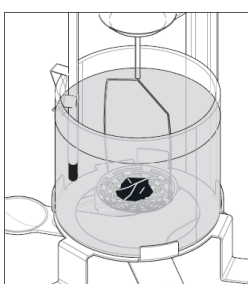

Abb. 4.2-3
- Öffnen Sie die Windschutztüren und legen Sie den Festkörper in die Halterung (siehe Abbildung 4.2-3). Vergewissern Sie sich, dass keine Luftblasen am Festkörper anhaften (entfernen Sie jegliche Luftblasen mit einer Bürste).